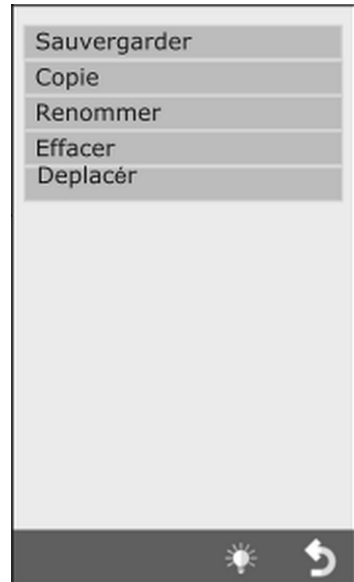

Fig. 25
2. Sélectionner ensuite « Sauvegarder » et après « Déplacer » (Fig. 25).
Après l'ouverture du programme de cuisson, appuyer sur la touche « Fonctions » (20, Fig. 24), sélectionner « Sauvegarder » et ensuite « Renommer » (Fig. 25). Saisir le nouveau nom à l'aide du clavier et appuyer sur entrée.
1. Après l'ouverture du programme de cuisson qui doit être supprimer, appuyer sur la touche « Fonctions » (20, Fig. 24), sélectionner « Sauvegarder » et « Effacer » (Fig. 25).